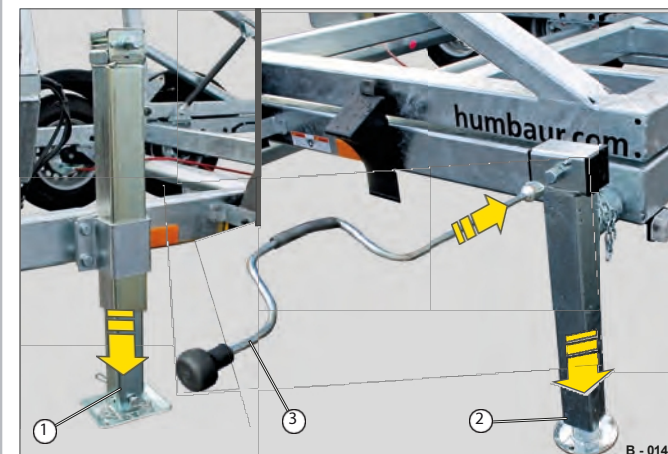

Fig. 9 Stabilisering av släpvagnen
► Fäst veven (Fig. 9/3) på stödets fyrkantfäste (Fig. 9/1 & Fig. 9/2) eller använd en befintlig vev direkt på stödet.